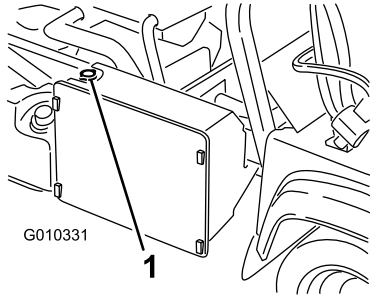

图54
3. 拆下散热器盖图54。
4. 卸下备用储液箱盖图54。
7. 完成向散热器加注然后安装盖子图54。